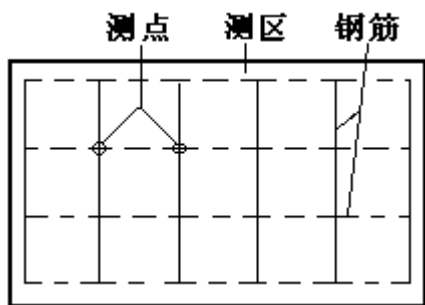
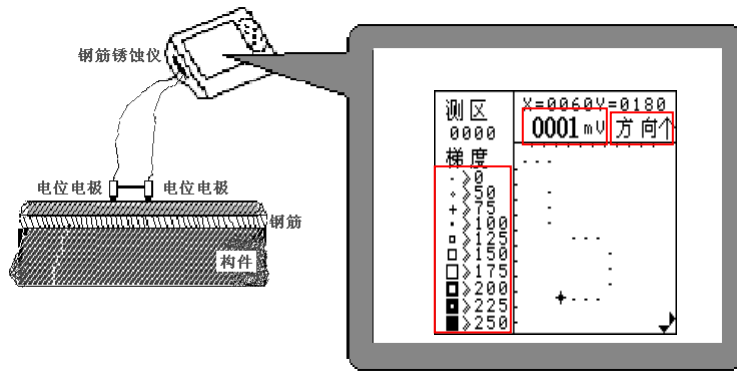
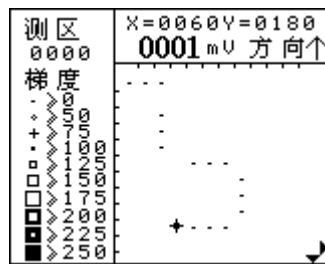

图 2-2 测区和测点布置
图 3-6 钢筋锈蚀仪梯度测量方式示意
图 3-7 参数设置界面图
- 先找到钢筋并用粉笔标出位置与走向，钢筋的交差点即为测点(如图 2-2)
梯度测试无需将混凝土凿开，用两个相距 20cm 的梯度电极，测区和测点布置同图 2-2。点距建议采用 20cm。锈蚀仪连接见图 3-6。除测试类型改为梯度测试如图 3-7，其它同电位测试。